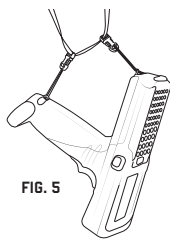

FIG. 5
4. Repeat steps 2 and 3 using the captive hole located near the rear bottom of the barcode scanner [fig. 5, Connection Point B]. Attaching both loop connectors provides extra barcode scanner gun stability.
4. Repita los pasos 2 y 3 con el orificio de sujeción que está cerca de la parte inferior trasera del escáner [fig. 5, punto de conexión B]. Si se utilizan ambos conectores de lazo, la estabilidad de la pistola del escáner será mayor.